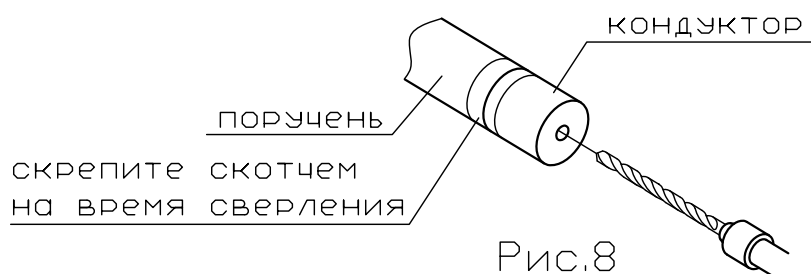

Рис.8
2.2.12 Поручень выпускается с просверленными на торцах отверстиями $\Phi 10$ мм и глубиной 40мм для присоединения при помощи стальной трубки поручня к столбу. При подгонке длины поручня это отверстие с одной стороны будет полностью или частично срезано. Вам необходимо восстановить его глубину 40мм или просверлить заново. Для сверления можно использовать ранее отрезанный кусок поручня с отверстием в качестве кондуктора. См. Рис.8.